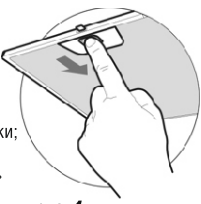

рис. 4
- перед установкой вытяжки снимите алюминиевый фильтр, для этого нажмите на пружинный замок на фильтре и потяните его вниз и на себя (рис. 4);
8.3 Для очистки алюминиевого фильтра извлеките его из вытяжки (рис. 4) и произведите очистку с помощью щетки горячим вод-ным раствором нейтрального моющего средства вручную или в посудомоечной машине (при 60°C).
- снимите алюминиевый фильтр (рис. 4);